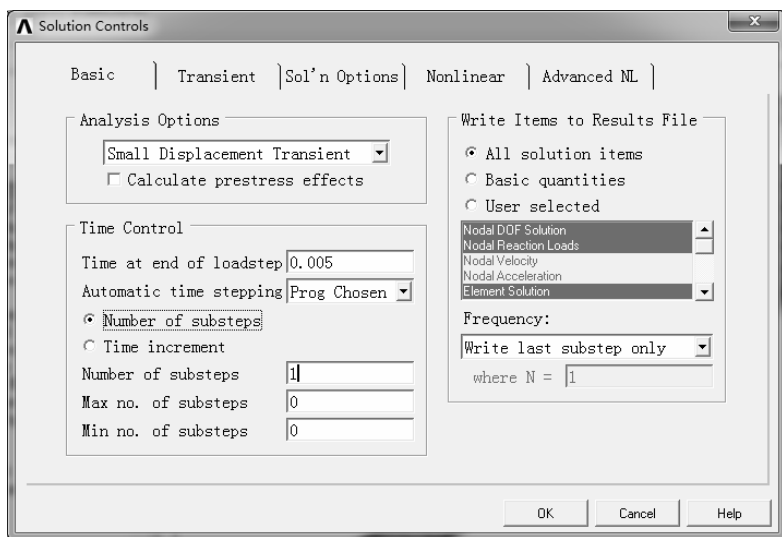

图 7-194 “Solution Controls”对话框
3) 选择“Main Menu>Solution>Analysis Type>Sol'n Controls”命令,弹出“Solution Controls”对话框,在“Time at end of loadstep”(载荷步结束时间)文本框中输入 0.005,选中“Number of substeps”选项,在“Number of substeps”文本框中输入子步数为 1,如图 7-194 所示。单击“OK”按钮确认。